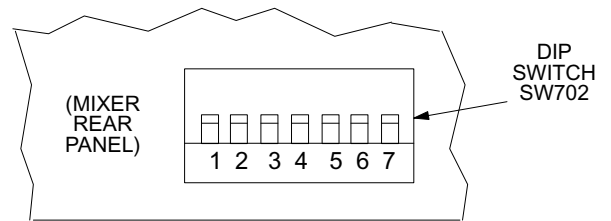

ABBILDUNG 3
**HINWEIS:** Die Schalterpositionen und ihre Auswirkungen sind in Abbildung 3 und auf dem Mischerlabel dargestellt.